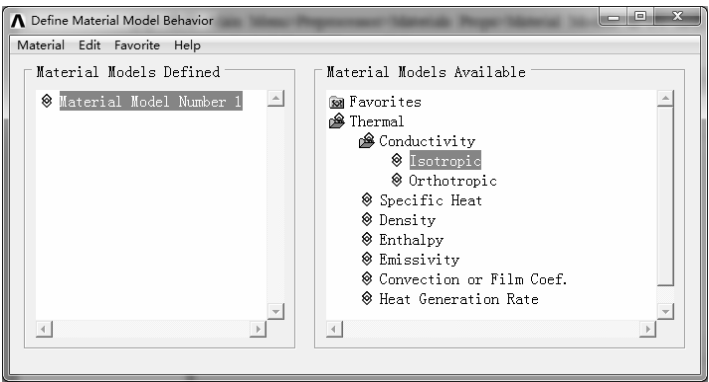

图 8-53 “Define Material Model Behavior”对话框
1) 选择“Main Menu>Preprocessor>Materials Props>Material Models”命令，弹出“Define Material Model Behavior”对话框，如图 8-53 所示。